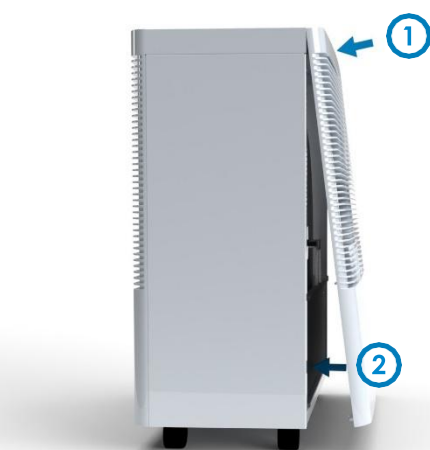

Fig. 4.2.8: Het uitblaasrooster sluiten
7. Sluit het uitblaasrooster (☎ zie "Fig. 4.2.8" op pagina 22).
11. Haak het uitblaasrooster in de houder aan de bovenkant van het apparaat (Afb. 4.2.8/1).
12. Sluit het uitblaasrooster (Afb. 4.2.8/2). De magneten houden de behuizing van het apparaat gesloten.